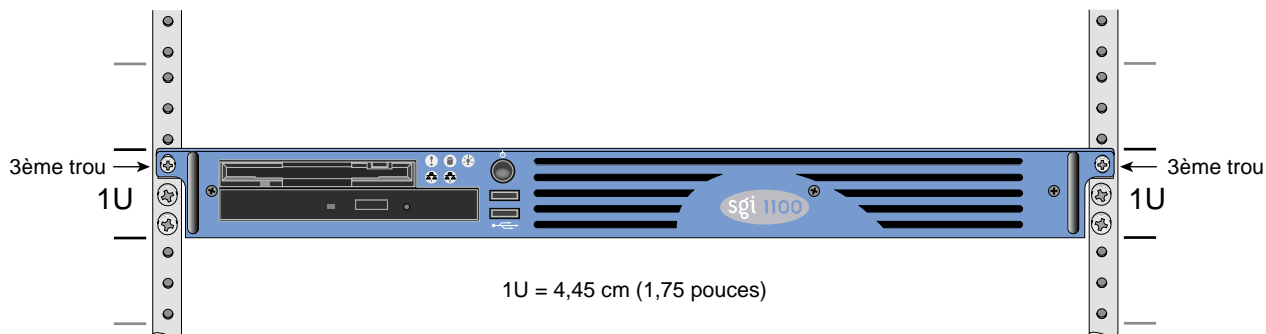

Figure 2-1 Schéma des trous de montage des rails verticaux du châssis
Les quatre rails verticaux du châssis SGI sont dotés de trous de montage disposés comme indiqué sur la Figure 2-1.
4. À l'aide des deux vis 10-32 x 0,5 pouces (voir le Tableau 2-2), fixez le châssis du serveur SGI 1100 aux écrous en U du support (comme illustré sur la Figure 2-1).